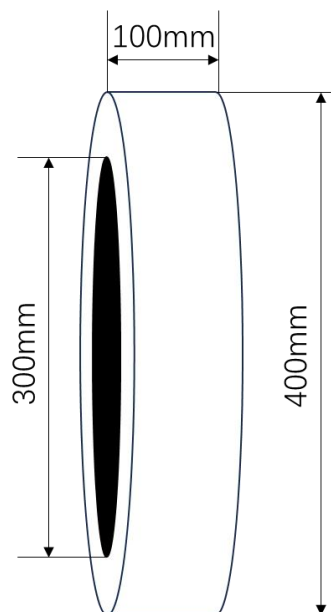

图 2 星箭对接环结构尺寸示意图
4. 非合作目标卫星模型上星箭对接环尺寸如图 2 所示，星箭对接环的涂装为黑色；